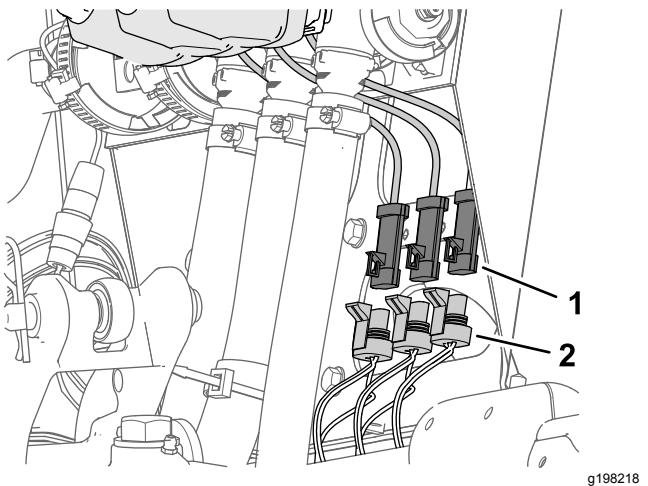

Figura 29
1. Desligue o conector de 3 tomadas rotulado VÁLVULA DE PULVERIZAÇÃO ESQUERDA, VÁLVULA DE PULVERIZAÇÃO CENTRAL, e VÁLVULA DE PULVERIZAÇÃO DIREITA (left spray valve/center spray valve/right spray valve) da cablagem da máquina dos conectores de três pinos dos três acionadores da válvula de pulverização (Figura 29).